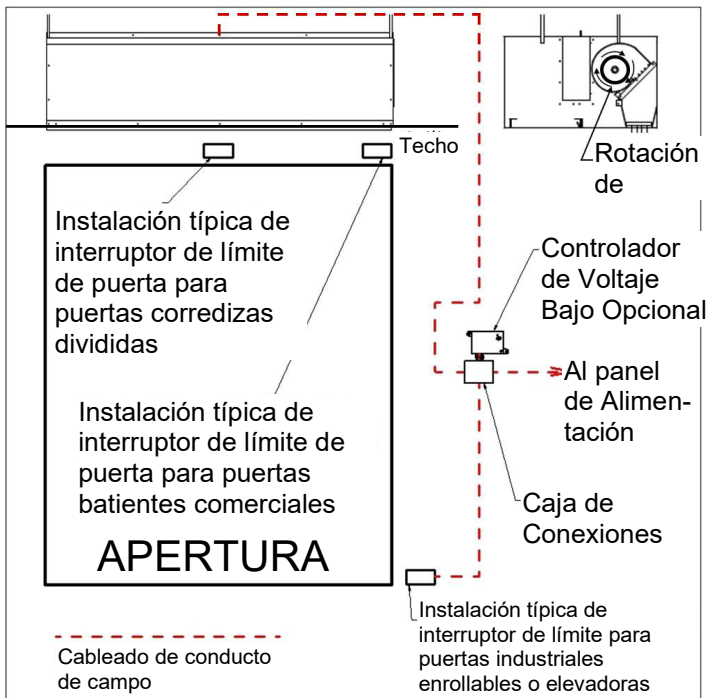

FIG. 3
2. La unidad y todos los accesorios opcionales deben conectarse con el voltaje adecuado a la caja de conexiones según el diagrama de cableado. (FIG. 3, solo productos sin calefacción)
motores estén girando en la misma y correcta dirección. (FIG. 3)